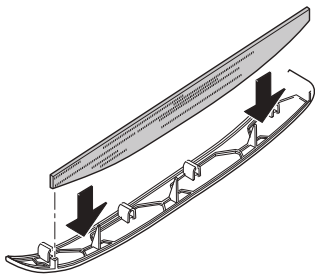

Fig. 39
- ▶ Introducir nuevos filtros en los paneles (Fig. 39).